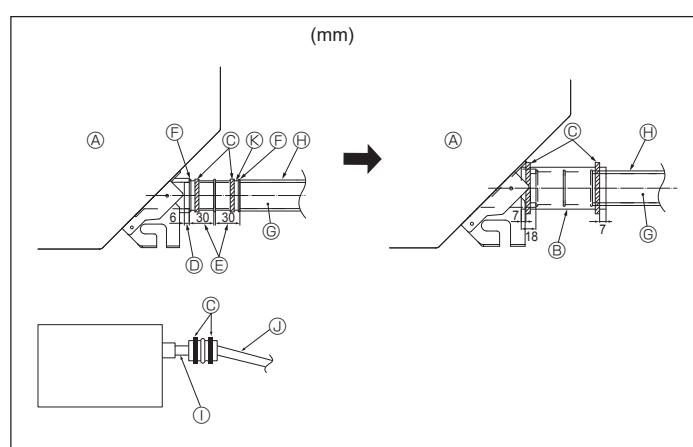

Fig. 5-2
- Συνδέστε τον ακροσύνδεσμο αποχέτευσης (που παρέχεται μαζί με τη μονάδα) στο άνοιγμα αποστράγγισης. (Fig. 5-2) (Προσαρμόστε τον σωλήνα χρησιμοποιώντας αυτοκόλλητο PVC και ασφαλίστε τον με την ταινία.)